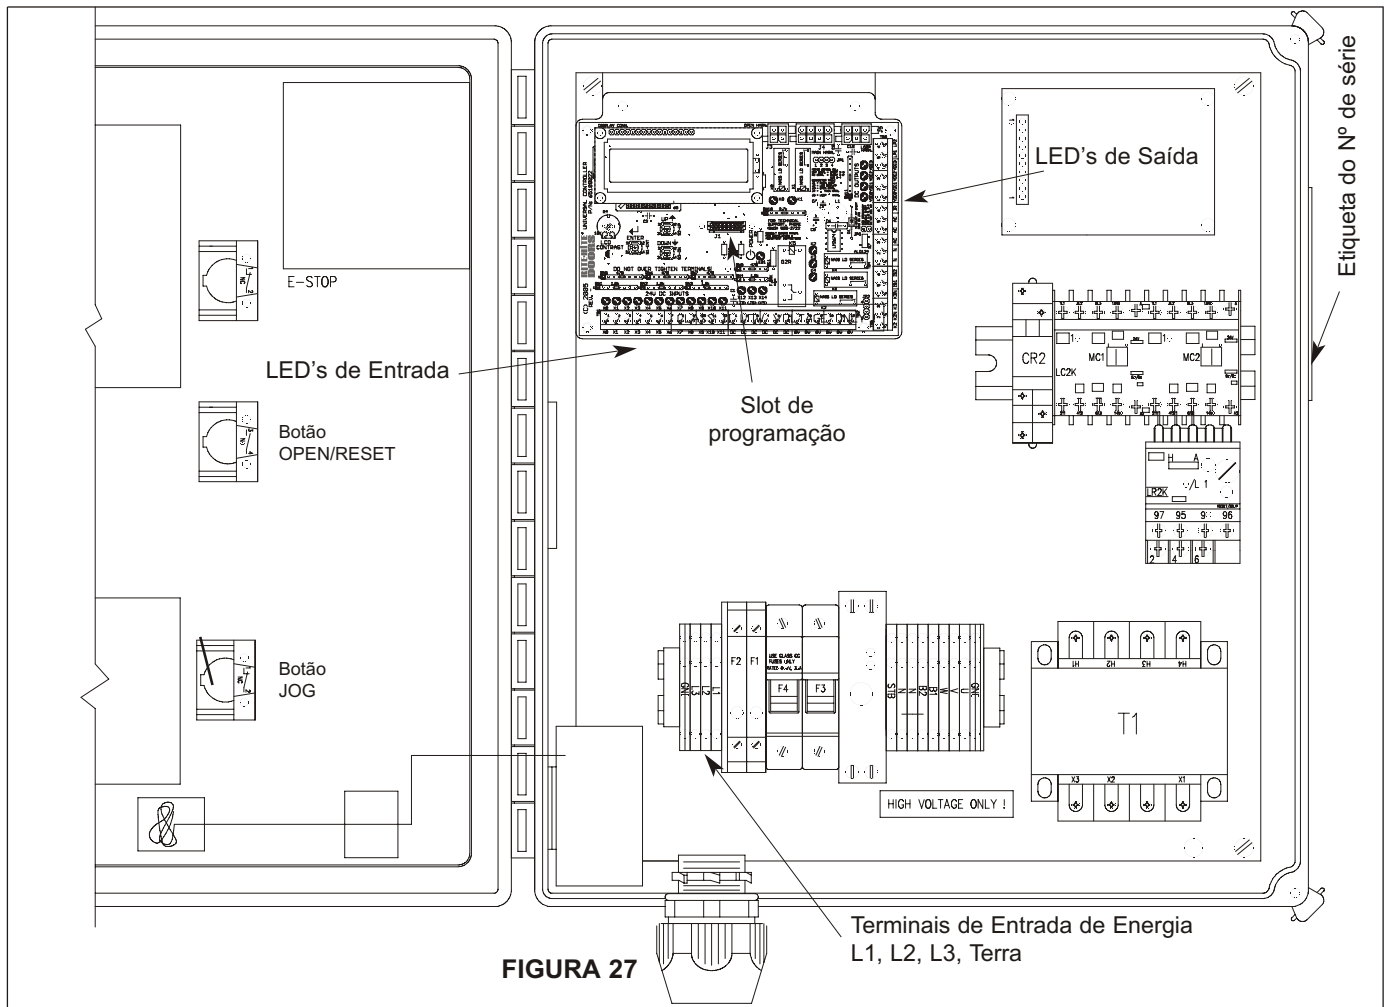

FIGURA 27
2. Monte a caixa de comando em uma parede junto à porta aproximadamente 54" acima do nível do piso. Todos os furos da caixa de comando devem ser na parte inferior da caixa, **figura 27**.
5. Conecte a fiação como indicado nos esquemas nas **páginas 23-26** (se produto padronizado). A entrada de alimentação trifásica deve ser conectada nos terminais L1, L2, e L3. O aterramento deve ser conectado ao terminal verde/amarelo, **figura 27**.